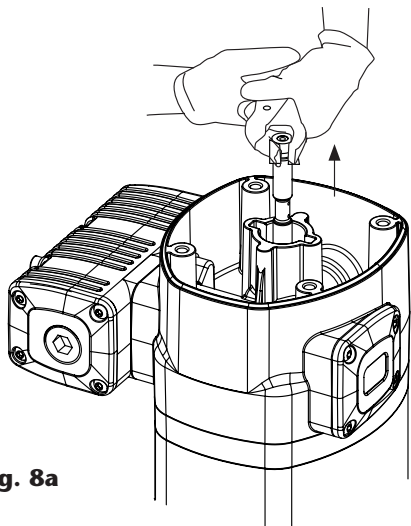
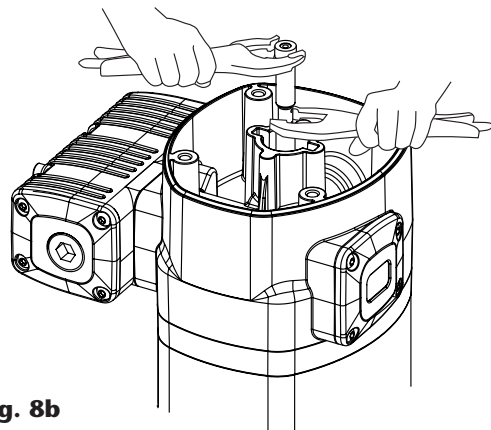

Fig. 8a
Fig. 8b
1. Dévisser les quatre vis (1) et retirer le couvercle (3).
2. Dévissez la fiche d'inversion (4).
3. En utilisant un étau manuel sur la douille (5), tirez la tige (37) jusqu'à ce que son évidement central apparaisse (Fig. 8a). Ensuite, à l'aide d'un autre étau manuel, saisissez la tige (37) dans cette zone centrale en retrait afin de ne pas endommager la surface d'étanchéité et dévissez la douille (5) (Fig. 8b).
4. Jetez le joint torique (6) et la bague (7), et utilisez de nouveaux joints plus tard lors du réassemblage.
5. Dévissez les six vis (56). Tirez le bloc moteur (13) vers le haut jusqu'à ce qu'il soit libéré avec la bride (34).
6. Retirez la douille d'inversion (9). Remplacer les joints (8) et (10) de cette bague.
7. Dévisser les cinq vis (35) et séparer le corps du moteur (13) de la bride (34). Retirez la rondelle (29) et remplacez le joint (8).
8. Retirer le cylindre (48) en tenant soigneusement le piston (41).
9. Retirez la goupille (65) de l'arbre de liaison (66). Dévisser la vis (63), l'écrou de liaison (64) et l'arbre de liaison (66). Retirez l'ensemble du piston (41).
10. Retirer la bague de retenue (57) et retirer la douille (52).
11. Remplacez le collier (51) (U vers le haut).
12. Retirer le joint inférieur du piston (40) du piston (41) (U vers le bas) et remplacer le joint supérieur du piston (40) (U vers le haut). Insérez le cylindre par le bas jusqu'à ce que la poche inférieure du piston soit visible. Remplacer le joint inférieur du piston (40).
13. Remontez l'ensemble dans l'ordre inverse, en appliquant du frein-filet (Loctite 243) sur les vis (35), (56), la douille (5) et le bouchon d'inversion (4).